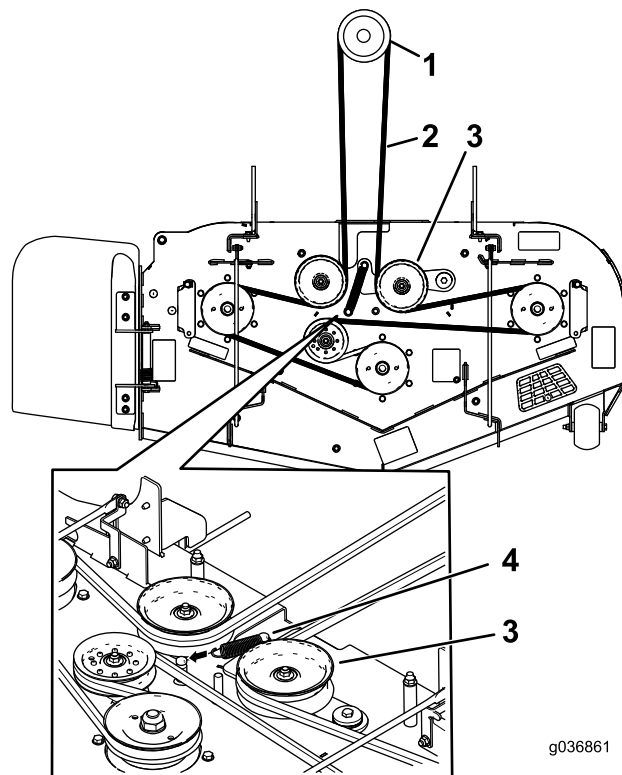

Figura 61
10. Montate la nuova cinghia attorno alle pulegge del tosaerba e alla puleggia della frizione, sotto il motore (Figura 61).
11. Installate la molla di rinvio (Figura 61).